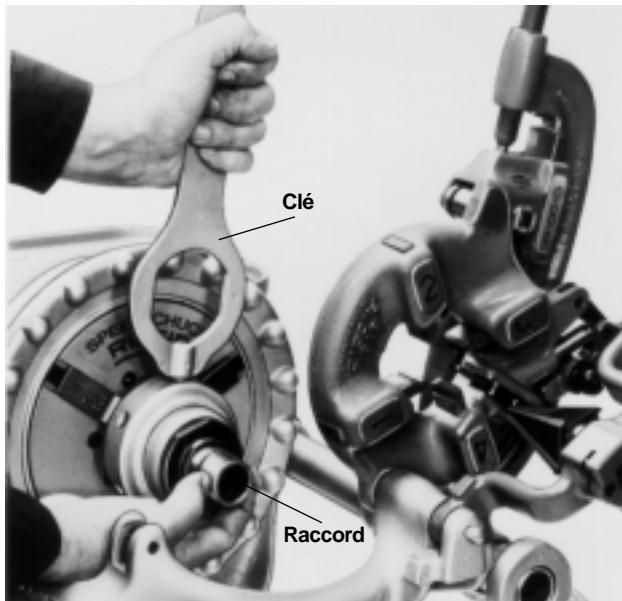

Figure 24 – Libération du raccord du mandrin à raccord
6. Introduisez la broche en bout de la clé (*Figure 24*) dans un des orifices du collier de libération du man-